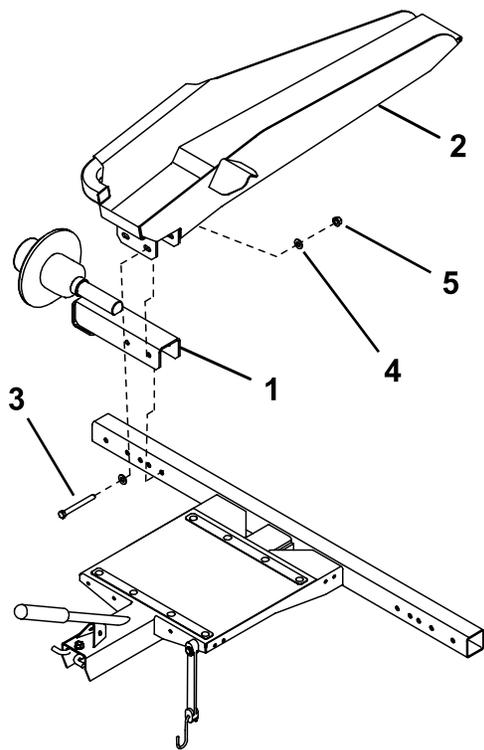
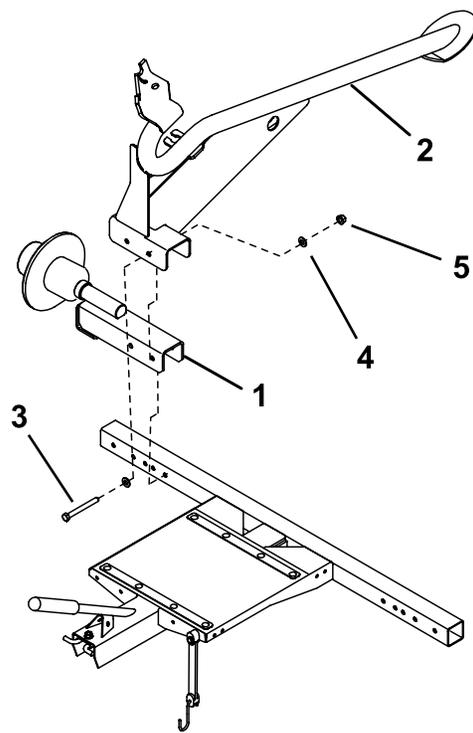

Figura 3
Figura 4
2. Monte o conjunto do eixo e o conjunto da rampa (Figura 3) ou o conjunto da calha (Figura 4) em cada extremidade da estrutura com dois parafusos ($\frac{3}{8}$ pol. x 3 pol.), quatro anilhas and duas porcas.